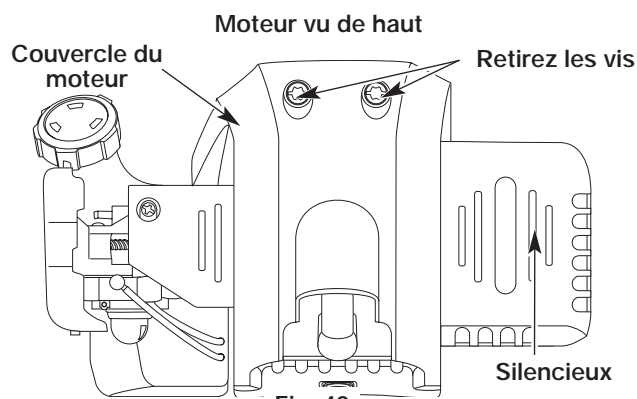

Fig. 42
2. Enlevez les deux vis (2) du haut du couvercle du moteur à l'aide d'un tournevis à lame plate ou T-20 Torx (Fig. 42).
6. Déposez le couvercle du moteur (Fig. 42).